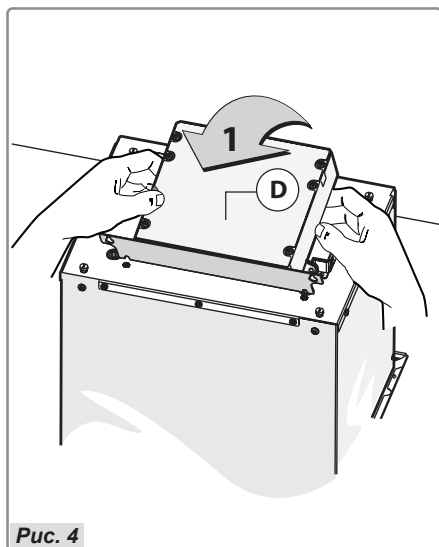

Рис. 4
- Подготовка к установке вытяжки следует вертикально выровнять блок электрооборудования (рис. 4).